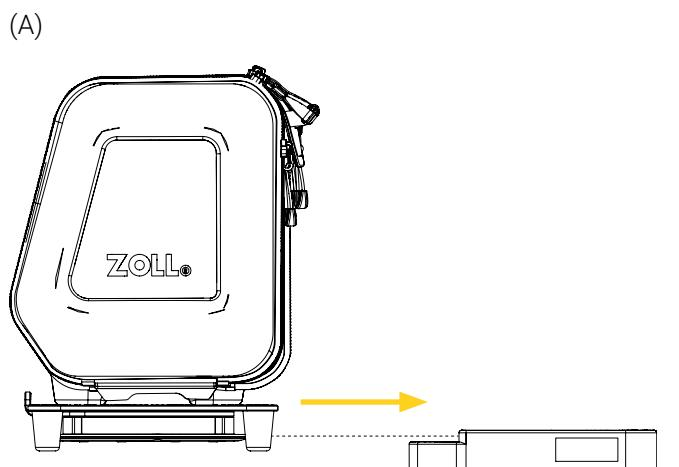

Figure 7: Installation du Bracket Pro Serie 27 – FL sur un système de fixation
1. Aligner et insérer le disque inférieur standard situé sous le Bracket Pro Serie 27 – FL horizontalement dans le système de fixation jusqu'à ce qu'il se verrouille (Figure 7), en veillant à ne pas coincer les câbles ou les tubes.